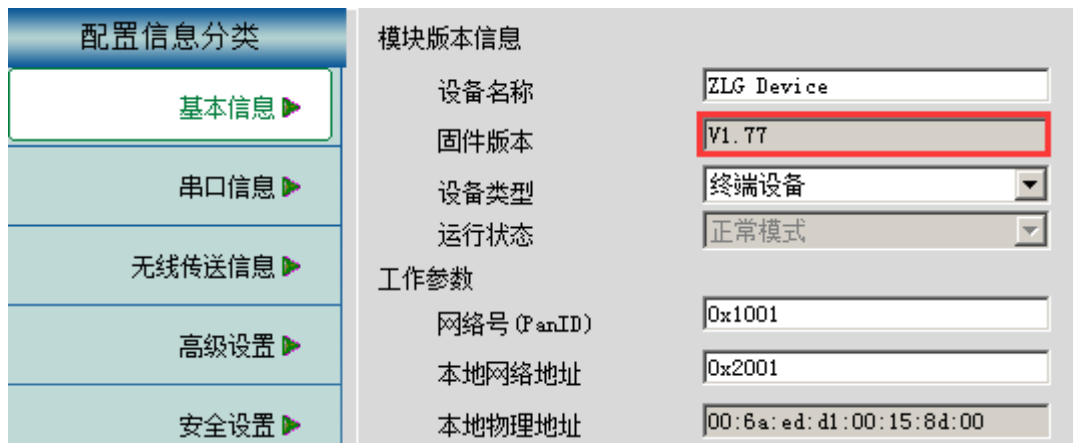

图 4.5 模块基本信息
(3) 确认固件版本是否为 V1.77 或以上，可从配置工具以下位置进行确认，如图 4.5 模块基本信息所示。